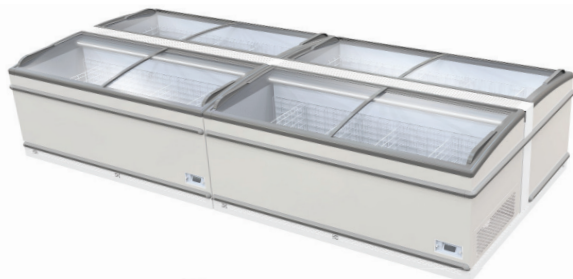

IMAGEN 5
- En una secuencia de fila (Imagen 5)